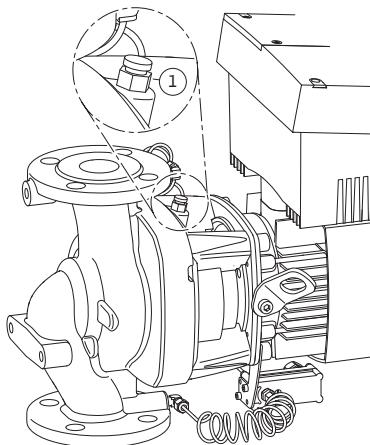

Fig. 51: Ventilationsventil
6. Gør pumpen trykluøs ved at åbne ventilationsventilen (Fig. 51, pos. 1).